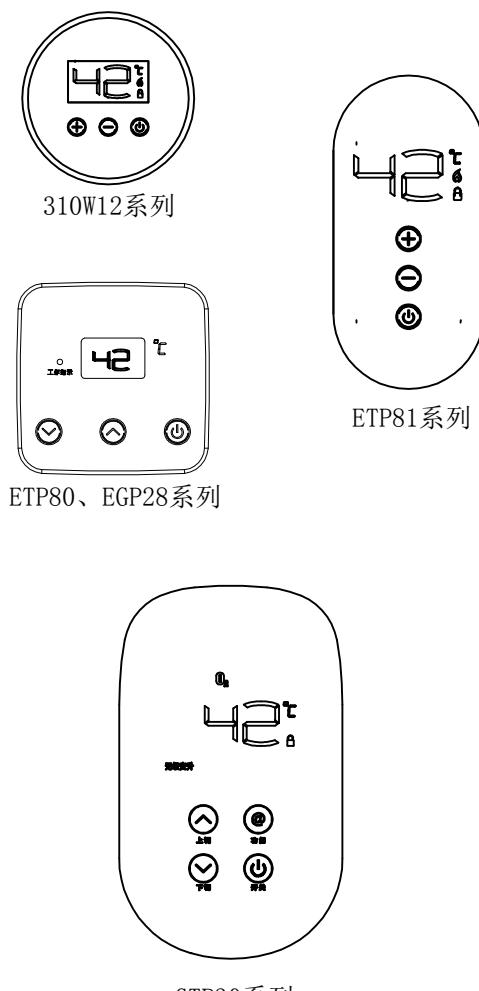
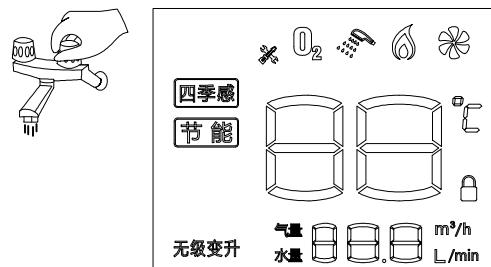

图28
图29
(1) 按下显示器面板的电源键，如图28，显示屏点亮，并显示上次最后使用的设置温度(例如42℃)。
(2) 按“”“”键热水器进入温度调节状态，可自由设置温度。温度设置范围在 35℃~ 65℃；35℃~48℃每按一次按键变化1℃，48℃~65℃每按一次按键变化为48℃、50℃、55℃、60℃、65℃，每按一次蜂鸣器响一声。
(3) 打开热水龙头，如图29，热水器便会启动点火，热水随之流出。开水启动后温度设置范围为35℃~48℃，超过48℃只能按下调键（即儿童锁功能 $\text{A}$ ，防止烫伤）若想设置水温高于48℃，先关闭热水龙头后再按升温键。
(4) 热水器使用完毕，关闭出水阀，热水器即停止工作，处于待机状态。下次使用时，仅需要打开出水阀即可启动热水器。